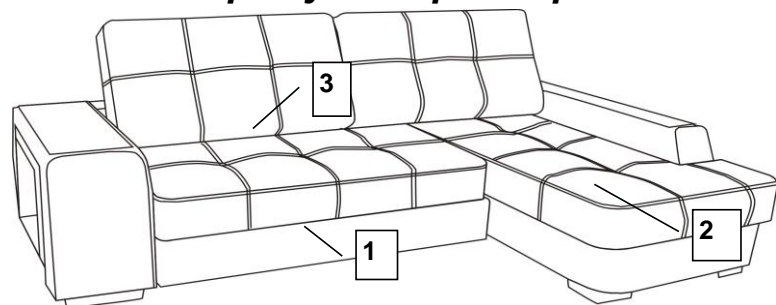

Рис.1
1. Угловую часть поставить рядом с диваном, открыть бельевой ящик. Приподняв угловую секцию совместить клиновидные зацепы А рис.1 и опустить секцию вниз. Следить чтобы оба зацепа соединились и были вставлены в друг друга.